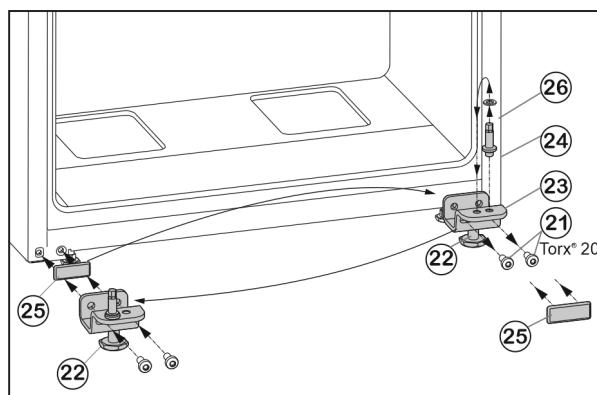

Fig. 9
- Викрутіть гвинти кріплення Fig. 9 (21).
- Зніміть нижній опорний кронштейн Fig. 9 (23) разом із гвинтом Fig. 9 (24), шайбою Fig. 9 (26) та установочною ніжкою Fig. 9 (22).
- Відкрутіть гвинт Fig. 9 (24) разом із шайбою Fig. 9 (26), переставте їх у протилежний отвір опорного кронштейна та знову закрутіть.
- Обережно зніміть кришку Fig. 9 (25) і переставте її на протилежний бік.
- Знову прикрутіть нижній опорний кронштейн Fig. 9 (23) разом із гвинтом Fig. 9 (24), шайбою Fig. 9 (26) та установочною ніжкою Fig. 9 (22) на новий бік шарніра **(з моментом 4 Нм)**, у разі необхідності скористайтеся пристроєм для електричного закручування гвинтів.
- Встановіть дверцята зверху на опорний гвинт Fig. 9 (24).
- Викрутіть установочну ніжку Fig. 9 (22) на нижньому опорному кронштейні Fig. 9 (23), доки він не буде опиратися на підлогу.